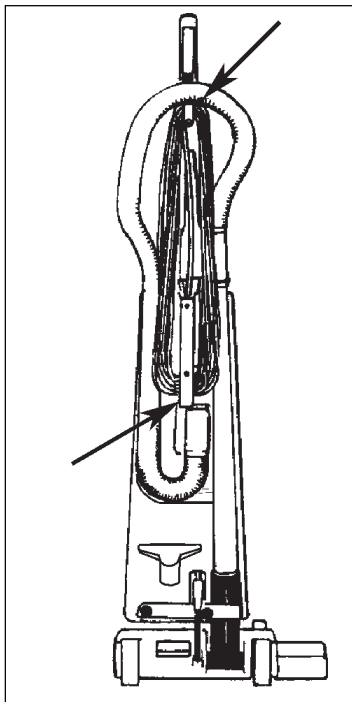

Figure 6
**The Cord Storage Hooks** (See figure 6)
**Crochets pour l'enroulement du câble d'alimentation** (Voir figure 6)